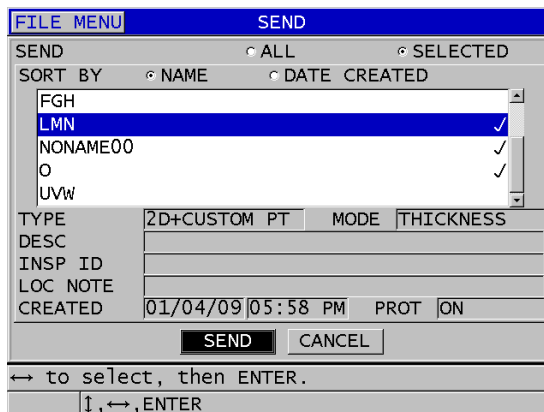

図 14-6 送信するファイルの選択
4. 送信画面で、以下の操作を行います (271 ページの図 14-6 参照)。